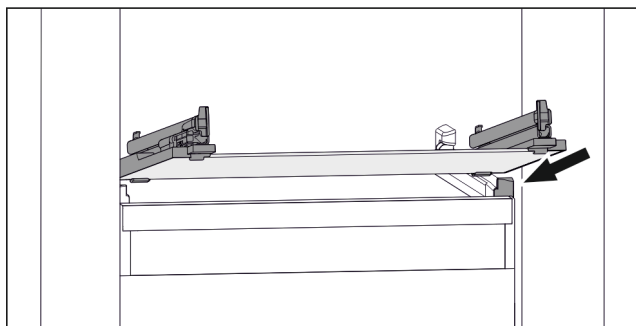

Fig. 115 Примерное отображение стеклянной пластины
- ▶ Наклоняя вниз, установите стеклянную пластину за стопоры. (см. Fig. 115)